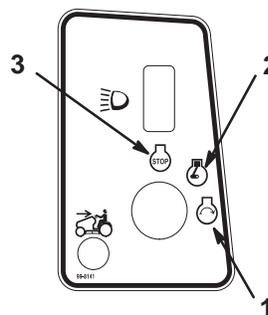

Figure 10
5. Tournez la clé de contact dans le sens des aiguilles d'une montre et maintenez-la en position de démarrage (Fig. 10). Relâchez-la quand le moteur démarre.
2. Tournez la clé de contact en position contact coupé et enlevez-la (Fig. 10).